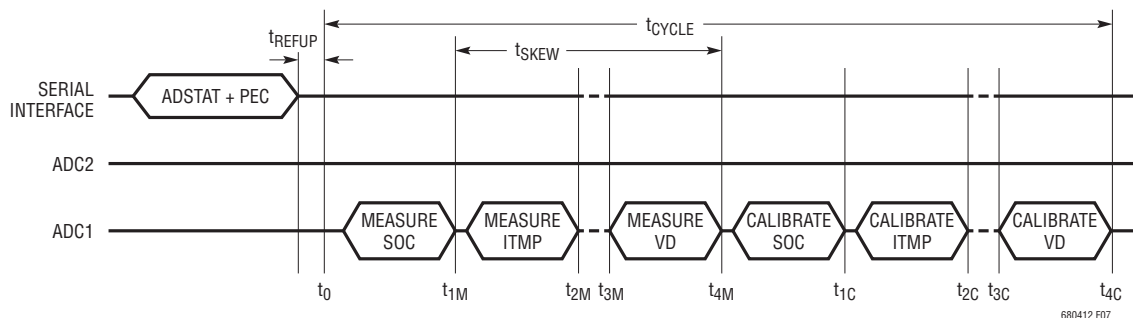

図 7.SOC、ITMP、VA、VD を測定する ADSTAT コマンドのタイミング
ADSTAT コマンドは、次の内部デバイス・パラメータを測定する診断コマンドです：すべてのセルの合計 (SOC)、内部ダイ温度 (ITMP)、アナログ電源 (VA)、およびデジタル電源 (VD)。これらのパラメータについて、以降のセクションで説明します。6つの ADC モードは、すべてこれらの変換で使用できます。ADSTAT コマンドのフォーマットについては、「コマンド」のセクションを参照してください。図 7 は、4つの内部デバイス・パラメータすべてを測定する ADSTAT コマンドのタイミングを示しています。